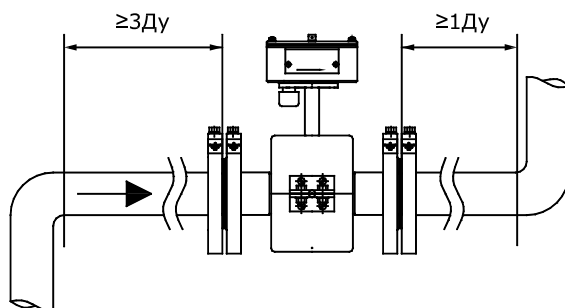

Рис. 8.4
8.2.6 Расходомер необходимо располагать в той части трубопровода, где пульсации и завихрения минимальные. При установке расходомера необходимо обеспечить прямолинейные участки трубопровода длиной не менее 3 Ду до и 1 Ду после ППР (см. рис. 8.4).